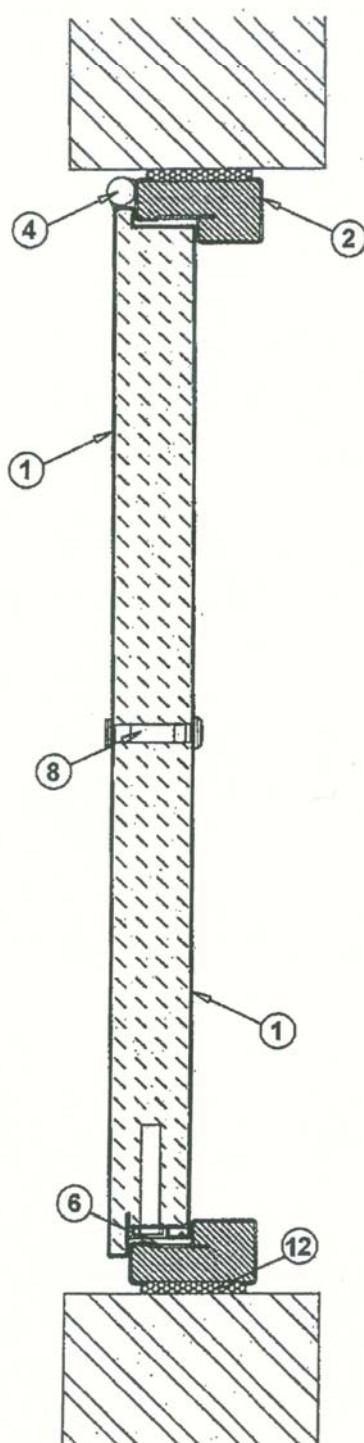

Figure A2b : Coupe horizontale
- un œilleton Pedret SWLE (fig A2b)